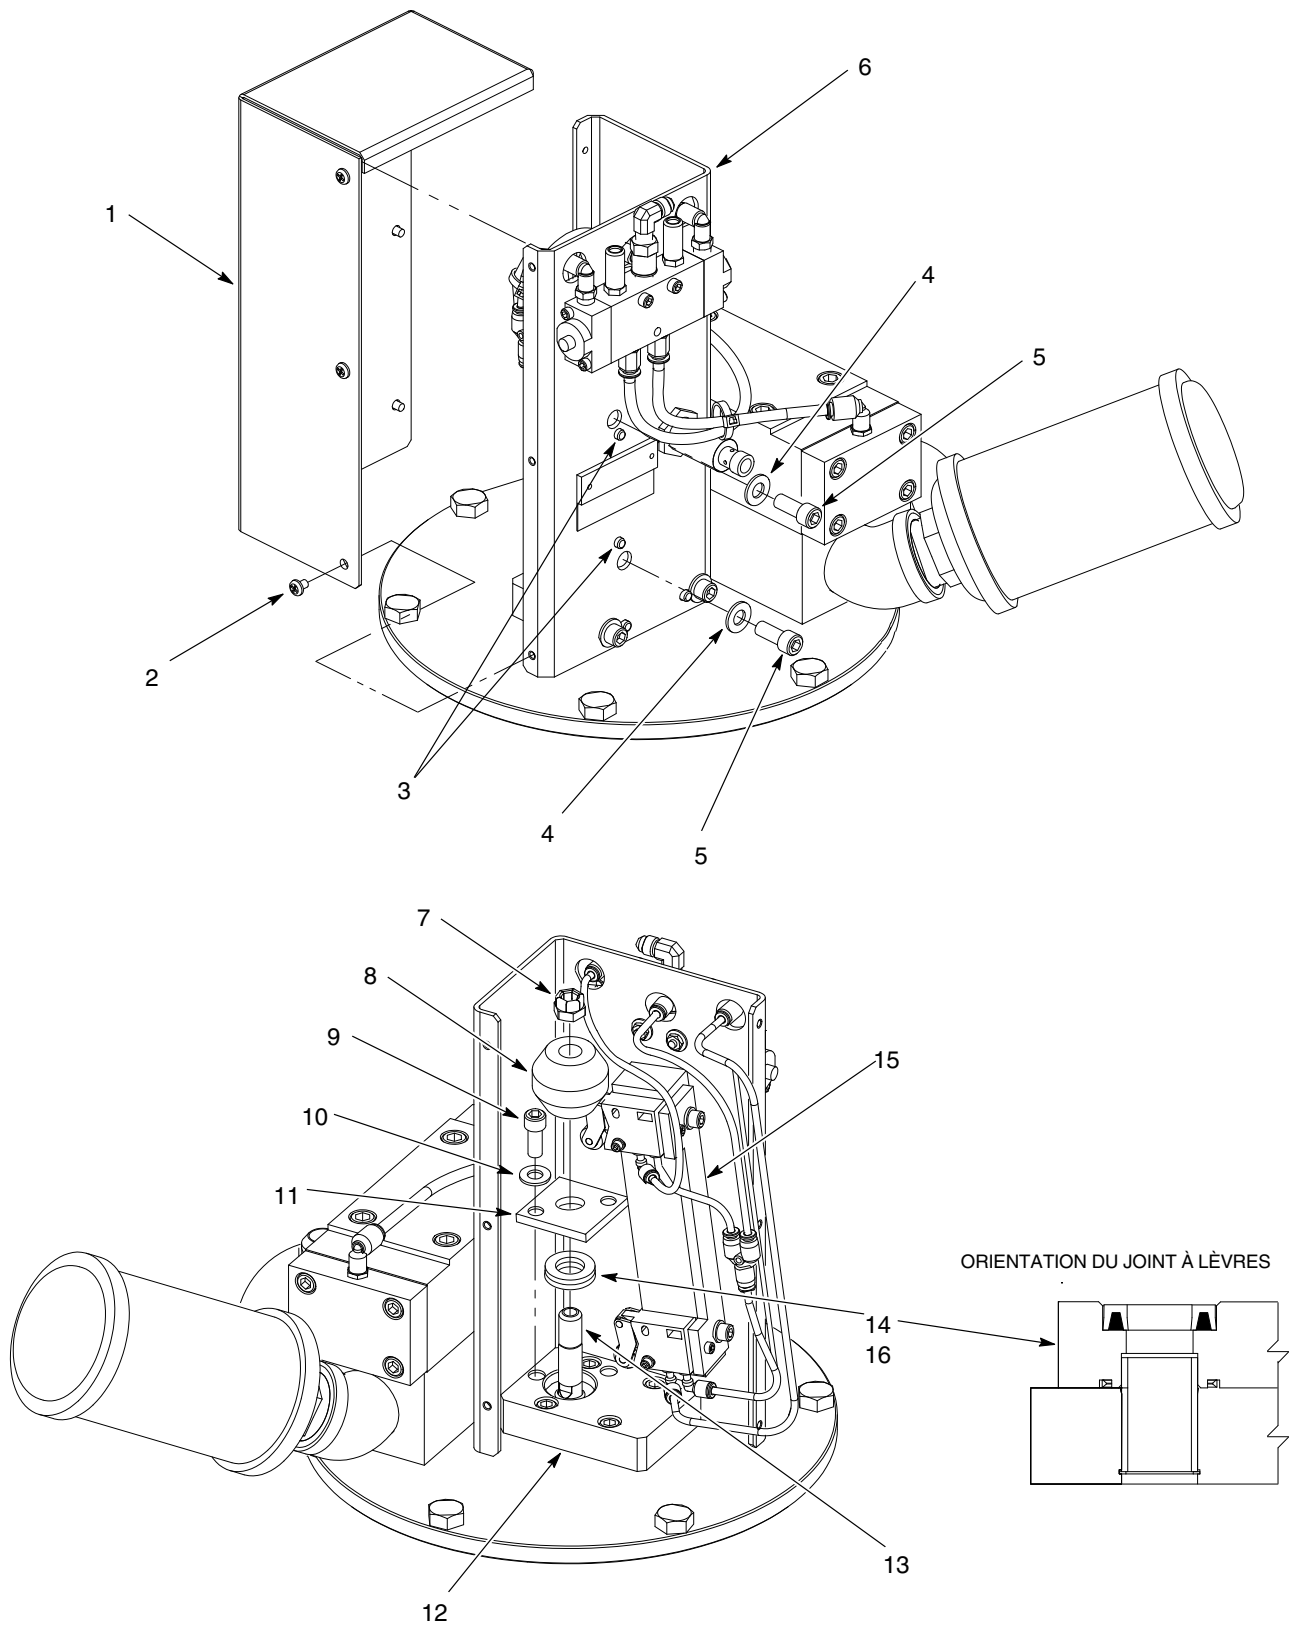

Figure 9 Remplacement du joint à lèvres de la barre de déclenchement
1. Voir la Figure 9. Retirer les vis (2) qui fixent le capot (1) à la barre de déclenchement (6).
2. Retirer les vis (5) et les rondelles (4) qui fixent la platine de fixation du levier de déclenchement (15) à la barre de déclenchement (6).
3. Pivoter la platine de fixation du levier de déclenchement (15) pour la séparer de la plaque de retenue du joint (11).
4. Poser une clé sur les méplats de la tige du piston (13). Retirer l'écrou (7) qui fixe la barre de déclenchement (8) à la tige du piston.
5. Retirer les vis (9) et les rondelles (10) qui fixent la plaque de retenue du joint (11) à l'élément de retenue de la barre de déclenchement (12).
1. Voir la Figure 9. Lubrifier le joint à lèvres neuf (14) avec de la graisse au TFE (16). Insérer le joint à lèvres dans l'élément de retenue de la barre de déclenchement (12) comme illustré.
2. Monter la plaque de retenue du joint (11) sur l'élément de retenue de la barre de déclenchement (12) à l'aide des vis (9) et des rondelles (10). Serrer les vis à 22-25 ft-lb (30-33 N•m).
3. Poser une clé sur les méplats de la tige du piston (13). Fixer la barre de déclenchement (8) sur la tige du piston avec l'écrou (7). Serrer fermement l'écrou.
- a. S'assurer que les ergots de la platine de fixation (3) dépassent à travers la barre de déclenchement (6) comme illustré.
- b. Fixer la platine de fixation du levier de déclenchement (15) à la barre de déclenchement à l'aide des vis (5) et des rondelles (4). Serrer les vis à 22-25 ft-lb (30-33 N•m).
5. Poser le capot (1) sur la barre de déclenchement à l'aide des vis (2). Serrer fermement les vis.